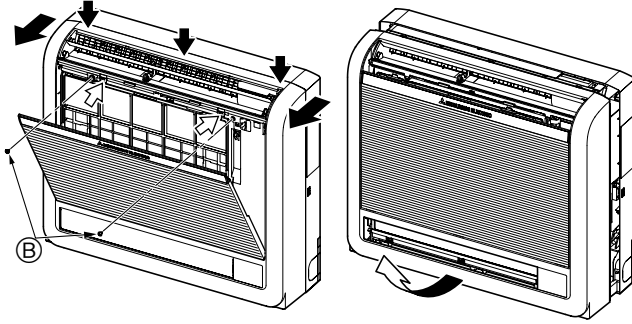

Fig. 3-3
- 1 Oklarla $\Rightarrow$ gösterilen 2 konuma bastırın ve ön ızgarayı açın. (Fig. 3-3)